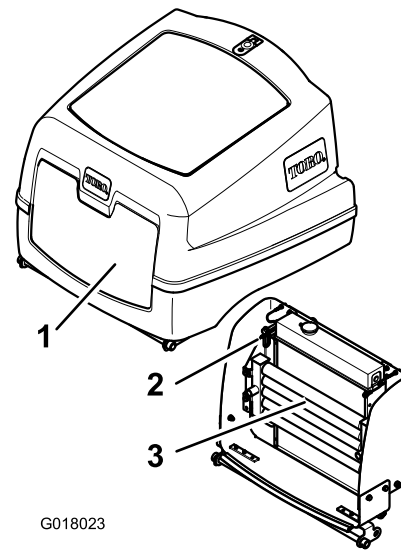

Figura 42
4. Desenganche el cierre y abra la cubierta del motor (Figura 42).